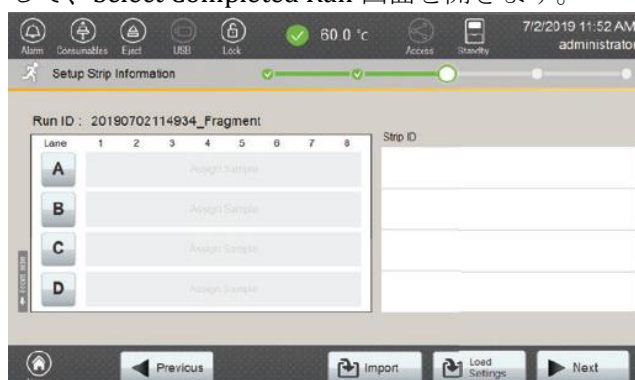

図 71 Setup Strip Information 画面
1. Setup Strip Information 画面（図 71）の下にある **Load Settings** を選択して、Select Completed Run 画面を開きます。
4. Setup Strip Information 画面の **Next** を押してください。(図 71)
5. Setup Strip Information 画面（図 71）の **Next** を選択します。
7. Setup Strip Information 画面の **Next** を選択します。(図 71)